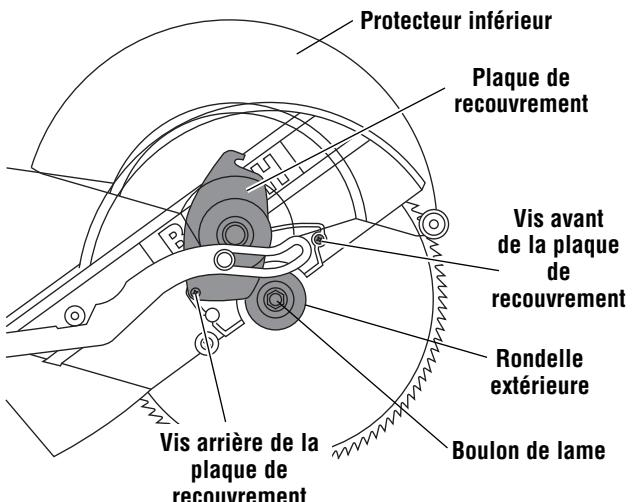

Figure 1. Dépose de la lame
- Desserrez, mais n'enlevez pas complètement, les deux vis de la plaque -couvercle (avant et arrière). (Figure 1)
- Soulevez le capot inférieur et la plaque-couvercle de manière à pouvoir accéder au boulon de lame (Figure 1).